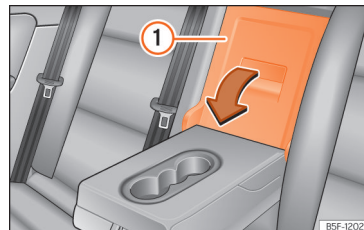

Fig. 196 Pe spătarul banchetei: deschiderea platformei.
- Trageți maneta de eliberare în direcția săgeții și împingeți capacul platformei >>> **fig. 196** ① în jos și în față.